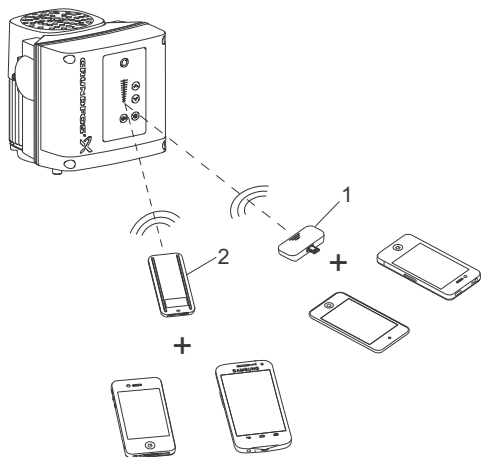

Fig. 41 Grundfos GO comunicándose con el motor por radio o infrarrojos (IR)
Grundfos GO Remote ofrece tres interfaces para móvil (MI) diferentes. Consulte la fig. 41.